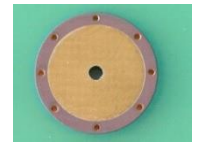

图 3
- 此外，铜表面还可以配置通孔。通孔具有“铆钉”的效果，可加强与电路板基材的连接 (图 3)。